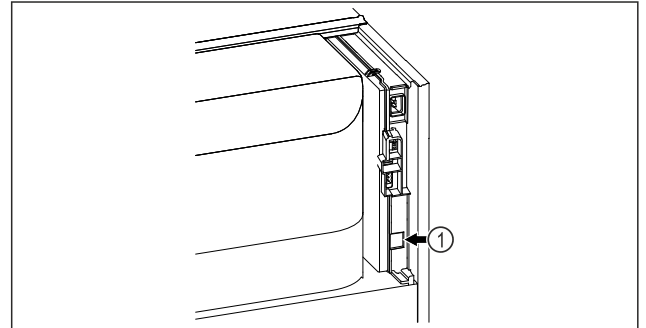

Fig. 129
- SmartModule Fig. 129 (1) naudojamas.